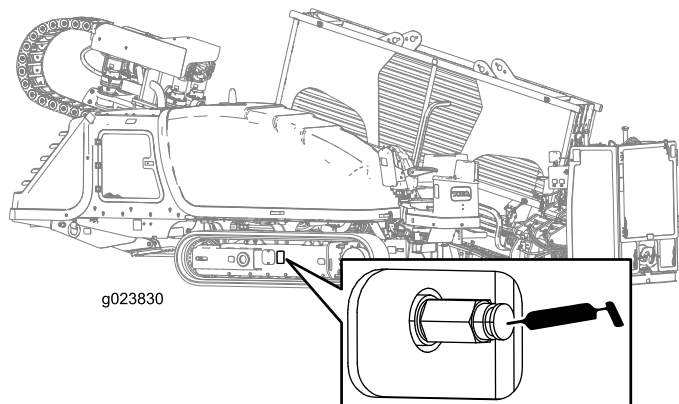

Рисунок 106
2. Удалите грязь и мусор вокруг клапана консистентной смазки для натяжения гусениц (Рисунок 106).
4. Заправьте консистентную смазку в масленку, пока натяжение не достигнет 310,26 бар, как показано на Рисунок 106.
4. Поверните клапан консистентной смазки для натяжения гусеницы в направлении против часовой стрелки не более чем на 1 оборот (Рисунок 106).